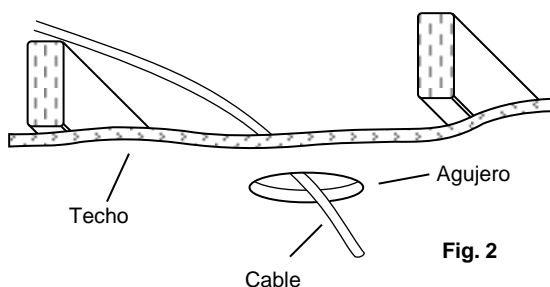

Fig. 2
3. Corre el cable no metálico (NM) (también conocido como Romex) desde el interruptor o fusible del panel hasta el agujero, proporcionando 6" (15,2 cm) a 8" (20,3 cm) de holgura debajo del agujero. Puede utilizarse un cable tener hasta 12 cables AWG. (Fig. 2) (**ADVERTENCIA: Utilice cables con alambres nominal 90° C o más.**)